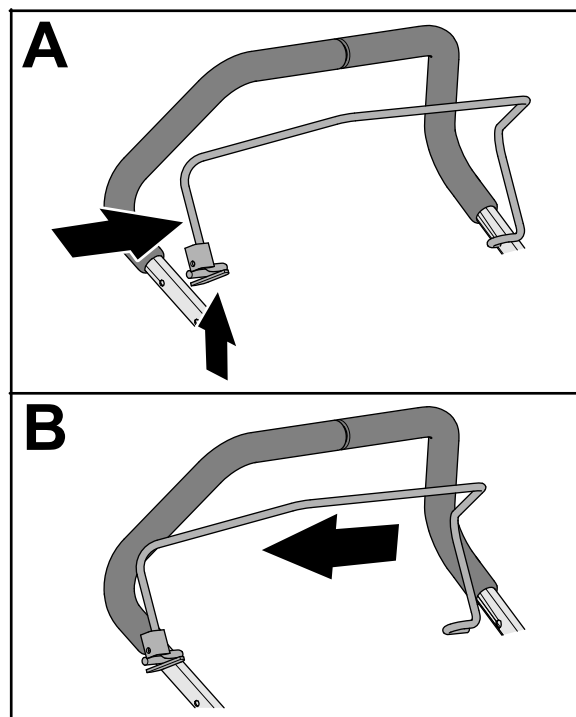

**Figura 9**
- Apriete la pata de la barra de presencia del operador hasta que pueda retirarla del manillar superior y retire la barra de la máquina (Figura 9).